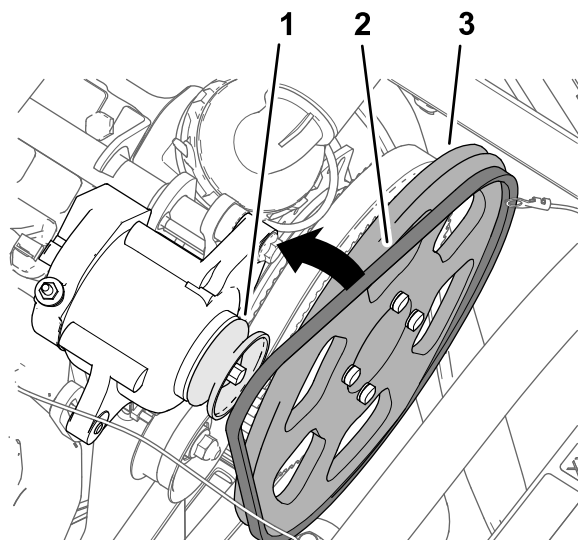

Рисунок 185
- Установите клиновой ремень на ведущий шкив 279 мм и шкив генератора (Рисунок 185).